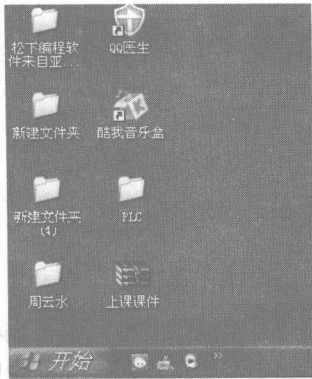

图 2-2 Windows 界面
(1) 启动电脑进入 Windows 系统，如图 2-2 所示。